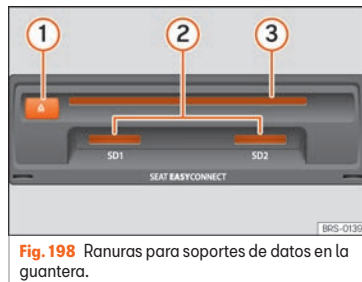

Fig. 198 Ranuras para soportes de datos en la guantera.
- Inserte un CD en la ranura »» fig. 198 ③ hasta que el equipo lo introduzca automáticamente.
Introducir la tarjeta de memoria compatible con la esquina recortada primero y con la rotulación hacia arriba (contactos hacia abajo), en la ranura » fig. 198 ② o » fig. 173 ③, hasta que encastre.